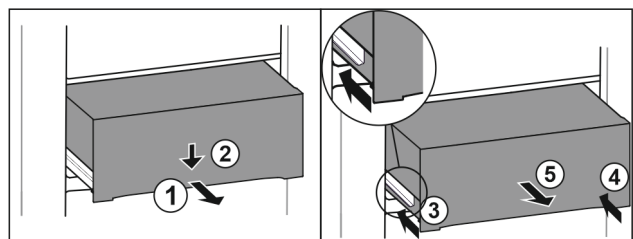

Fig. 57
- ▶ Вытяните выдвижной ящик наполовину. Fig. 57 (1)
- ▶ Вдавите выдвижной ящик в передней части вниз. Fig. 57 (2)
- ▶ Задвиньте левую направляющую прим. на 2 см. Fig. 57 (3)
- ▶ Задвиньте правую направляющую прим. на 2 см. Fig. 57 (4)
- ▶ Извлеките выдвижной ящик движением вперед. Fig. 57 (5)